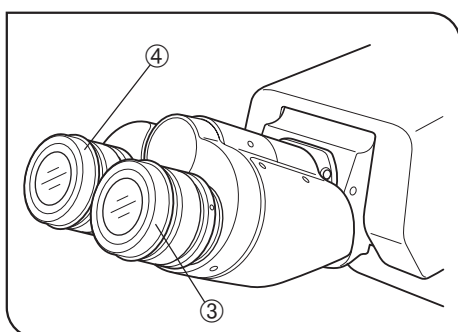

Abb. 18
3. Mit dem linken Auge durch das linke Okular hindurchsehen und den oberen Teil des Okulars ④ drehen, um das Bild auch für das linke Auge scharfzustellen. (Abb. 18)